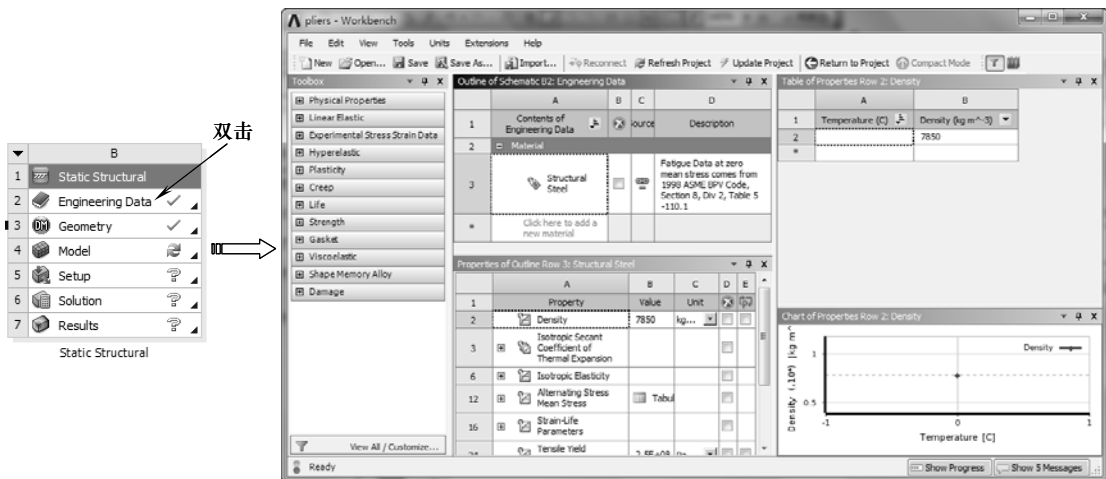

图 5-66 双击【Engineering Data】选项
1) 双击项目 B 中的 B2 栏的【Engineering Data】项, 进入如图 5-66 所示的材料参数设置界面。